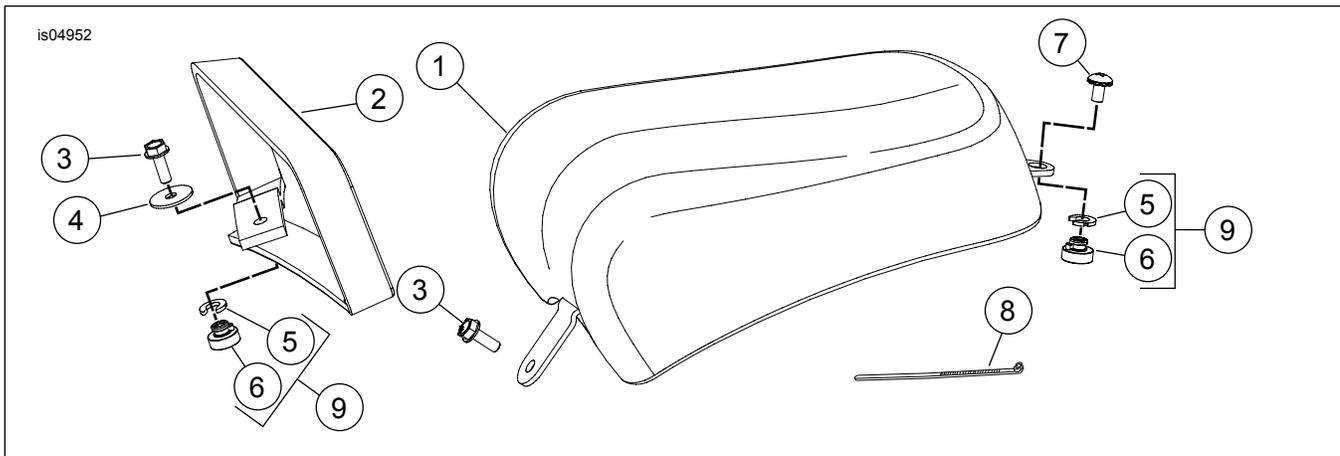

Figura 5. Piezas de servicio para el asiento trasero del pasajero para el FLSTSB
Vea la Figura 5 y la Tabla 1.
4. Vea la Figura 5. Instale la correa de sujeción nueva (2) con la arandela (4) y el tornillo de casquete (3) en la tuerca de retención delantera. Apriete el tornillo de casquete a 11–18 N·m (8–13 ft·lbs).